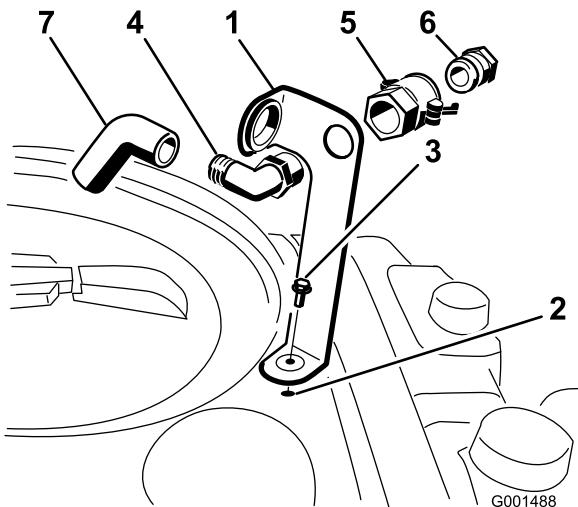

Figure 3
- Placez le support de prise de remplissage au-dessus du trou fileté de la cuve et fixez-le avec un boulon à embase (5/16 x 3/4 pouce) (Figure 3).
- Passez l'extrémité filetée du raccord coudé dans le trou du support et vissez-y le raccord rapide pour le fixer au support (Figure 3).
- Raccordez l'adaptateur de flexible au raccord rapide (Figure 3).
- Bloquez l'adaptateur en place en basculant les leviers vers l'adaptateur puis en les fixant en position avec les goupilles fendues (Figure 3).
- Placez le flexible anti-siphonnage dans la grande ouverture du support et sur l'extrémité cannelée du raccord coudé 90 degrés (Figure 3).